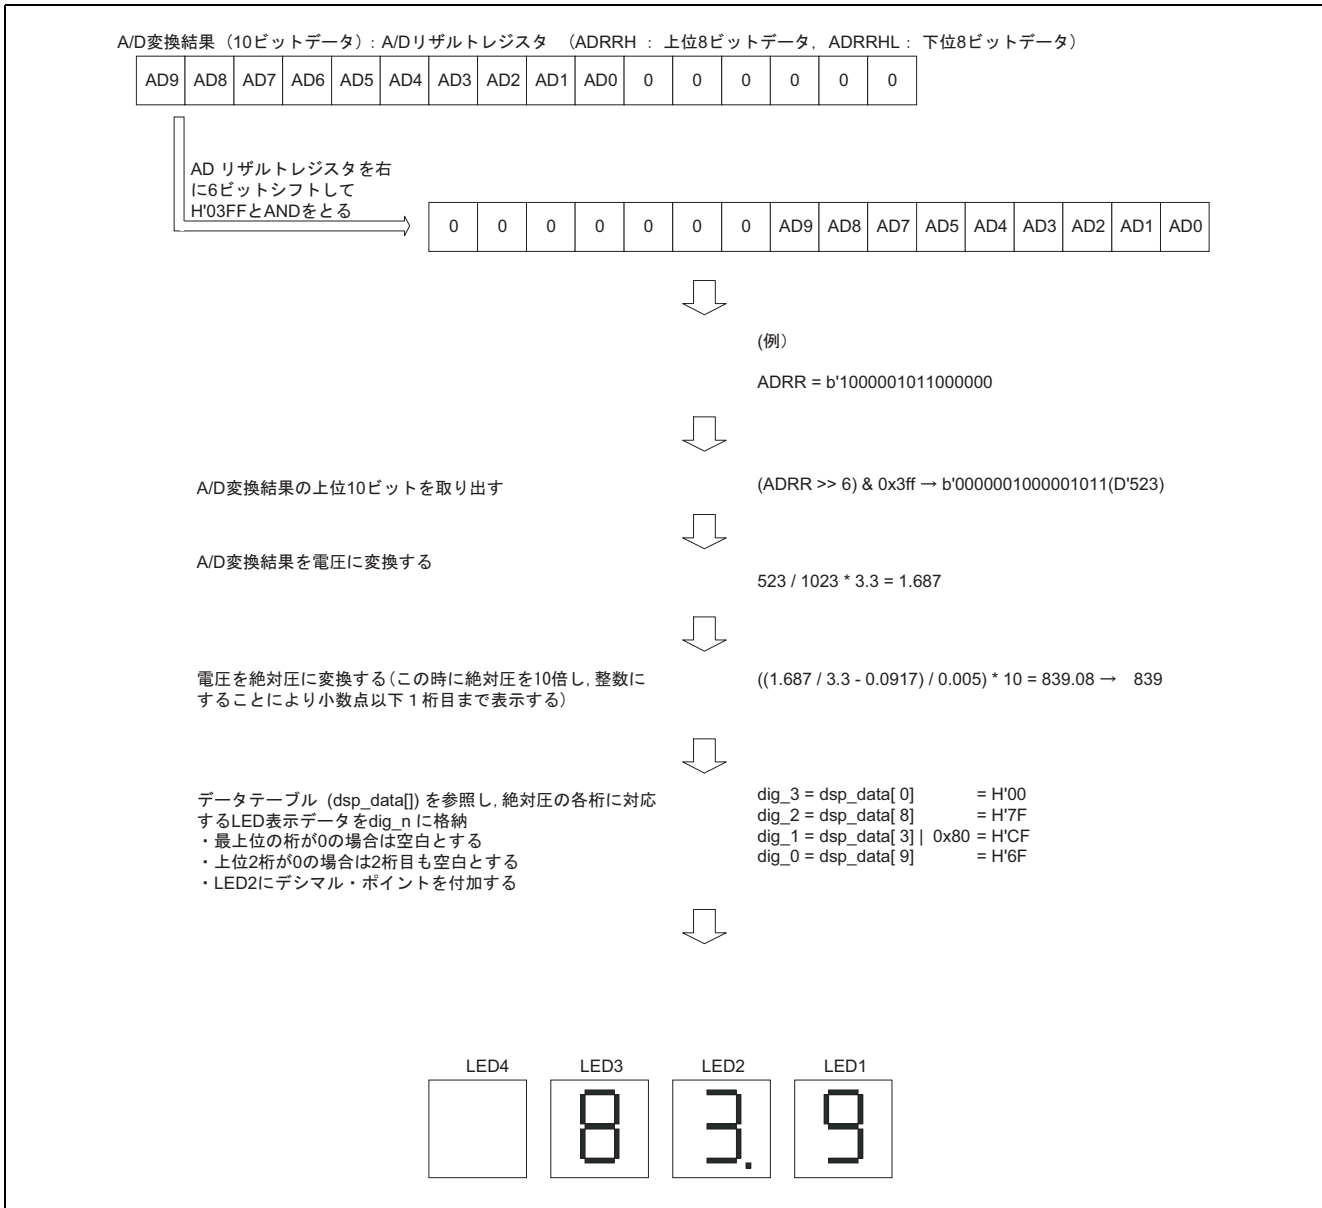

図 5 A/D 変換結果の LED 表示方法
(9) 本タスク例では、A/D 変換結果を 7 セグメント LED に小数(単位: kPa・abs)で表示させます。図 5 に A/D 変換結果の LED 表示方法を示します。